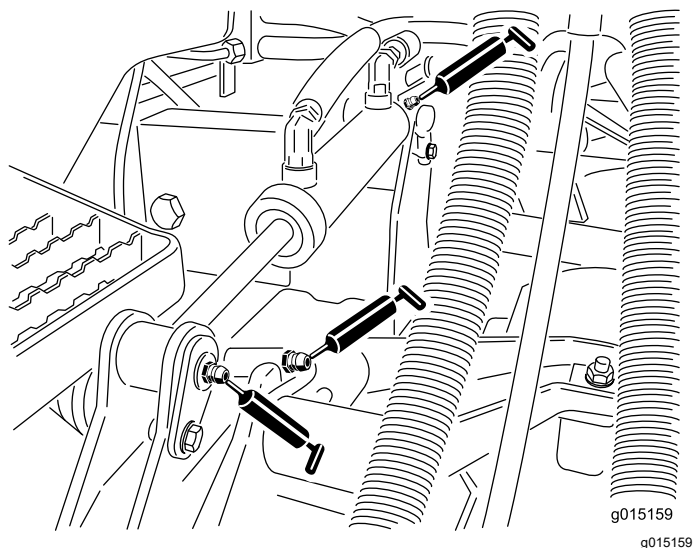

図 72
- 昇降アームのブッシュカuttingユニット 1 台に 1 ヶ所 図 72
- 昇降シリンダのブッシュカuttingユニット 1 台に 2 ヶ所 図 72